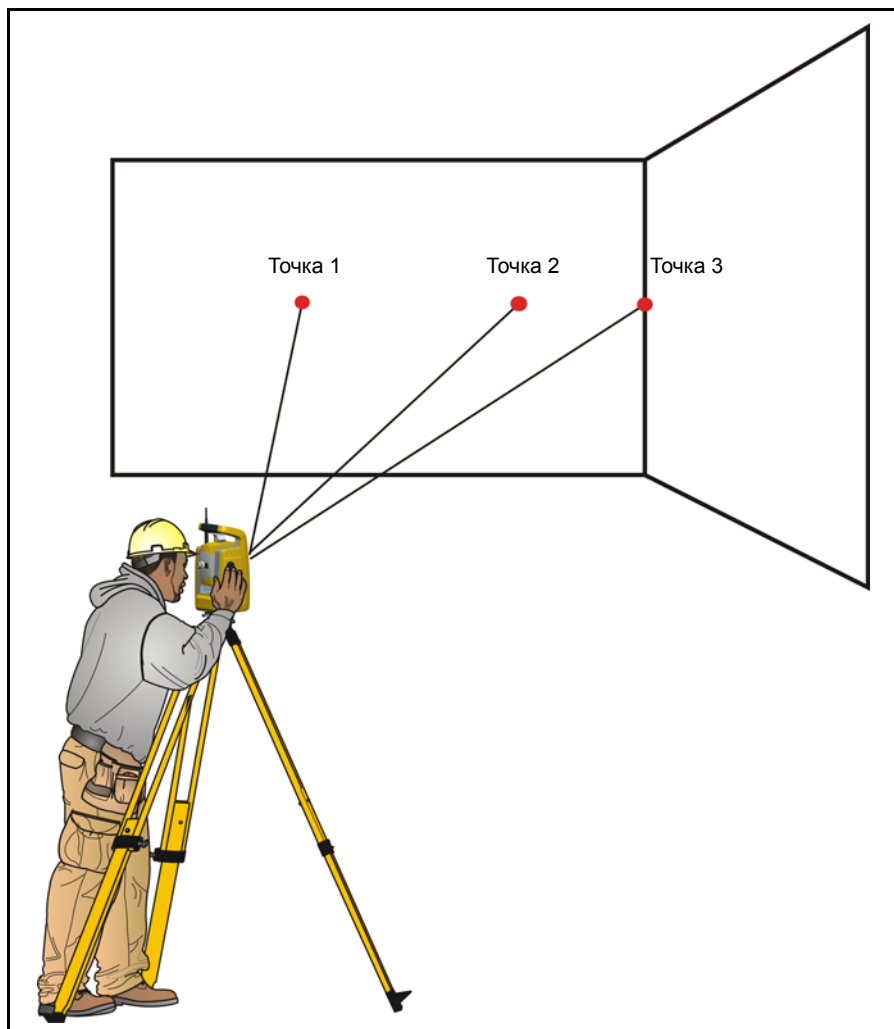

Рис. 5.29. Измерение со смещением
2. Наведите тахеометр Trimble S3 на угол, чтобы записать правильное значение горизонтального и вертикального углов. См. рис. 5.29